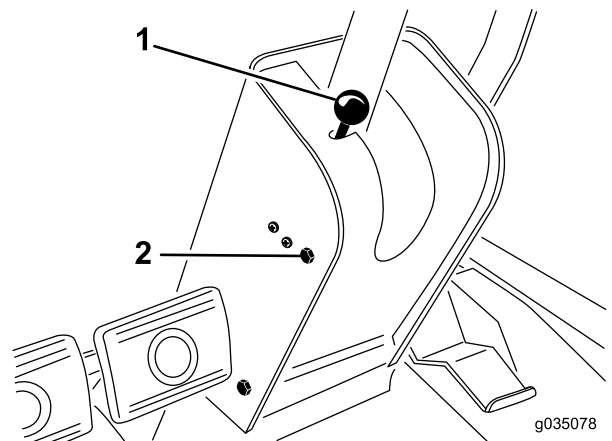

Figura 29
1. Retire o botão do travão de estacionamento e os parafusos da cobertura da coluna de direção (Figura 29).